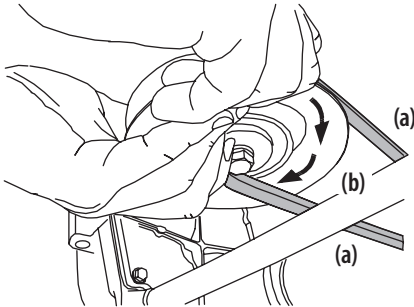

Figura 41
- Mientras sostiene la correa de la PTO (a) hacia abajo, siga girando la polea de la PTO (b) hasta que la correa de la PTO (a) se deslice fuera de la polea (b). Consulte la Figura 41.
8. Tire del lado derecho de la correa de la PTO hacia atrás y coloque el lado V angosto de la correa de la PTO en la polea de la PTO. Consulte la Figura 41.
9. Mientras sostiene la correa y la polea de la PTO juntas, gire la polea de la PTO hacia la izquierda (Vea la Figura 41). Siga sosteniendo y rotando la polea de la PTO y la correa de la PTO hasta que la correa de la PTO se enrolle totalmente en la polea de la PTO.